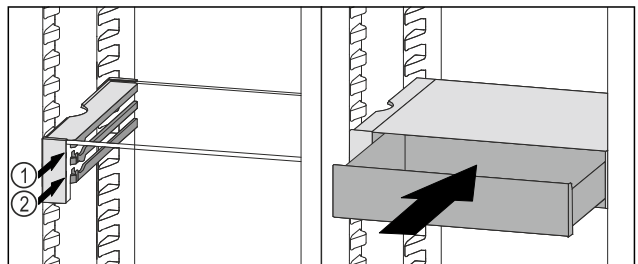

Fig. 95
- VarioSafe-Schubfach hinter den Stopperrn auf gewünschter Rippe Fig. 95 (1) oder Fig. 95 (2) aufsetzen.